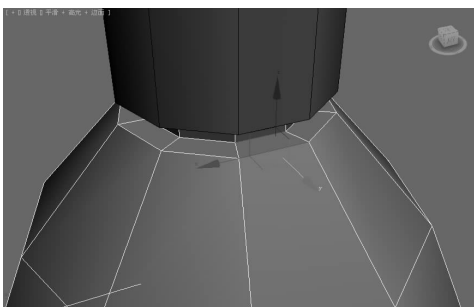
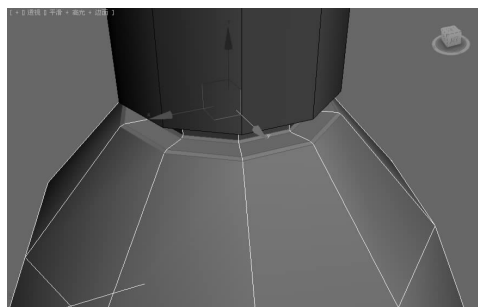

图 5-107 选中瓶盖上的边 ▲
图 5-108 切角边 ▲
(3)单击“边”按钮,在透视图选中如图 5-107 所示的边,在“选择”卷展栏中单击“循环”按钮,可以将与选择的边相连的边都选中,在“编辑边”卷展栏中单击“切角”按钮右边的  按钮,在弹出的对话框中设置“切角量”为0.08,单击“确定”按钮,这样做是为了更好地平滑表面。得到如图 5-108 所示的效果。